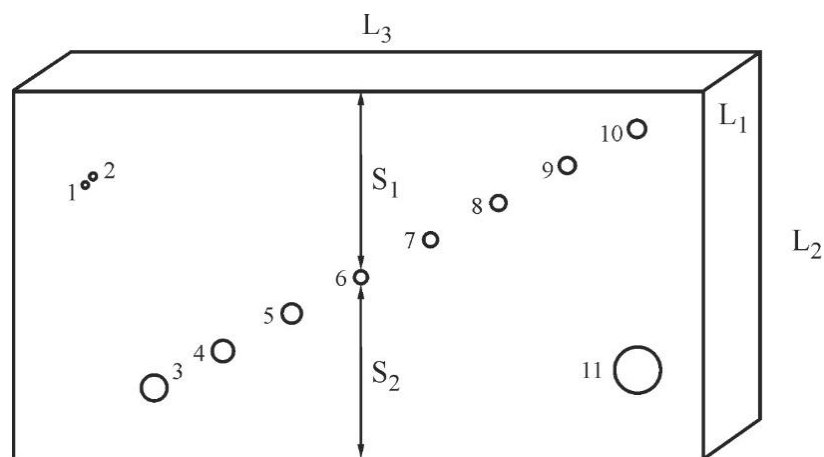

Рис. 25 (копия). Тестовый блок
1. Определите высоту блока  $L_2$  (см. рисунок 25).